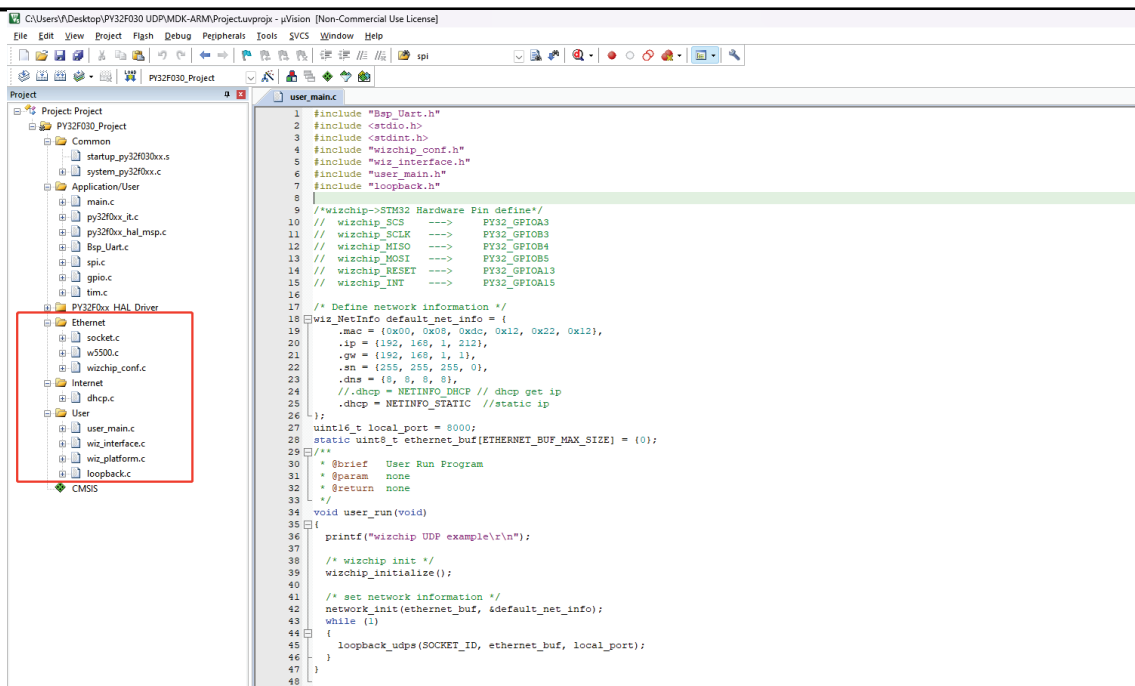

图 3 工程添加文件
- (1) 下载普冉芯片系列的官方示例工程进创建。
- (2) 把 ioLibrary 库以及 User 文件夹添加到工程文件夹下，并添加到工程中，如图 3 所示